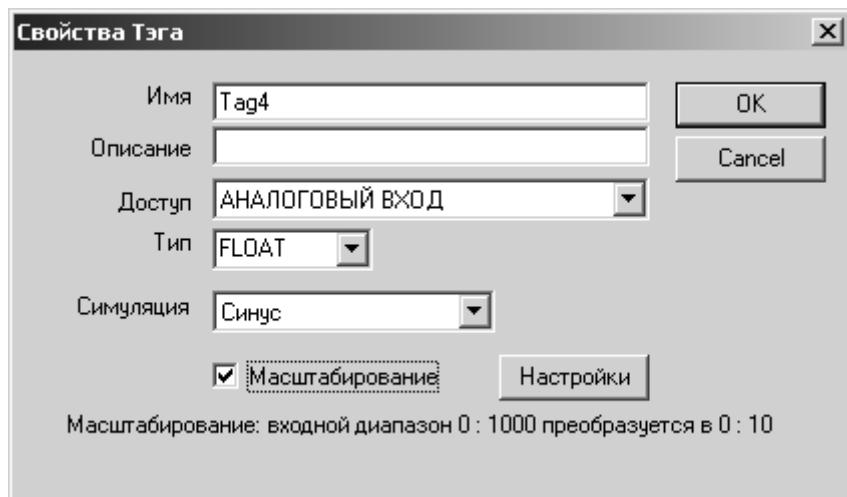

Рисунок 4.50 - Включение масштабирования
- в диалоге изменения свойств нужно включить флагок «Масштабирования» и затем нажать кнопку «Настройки» (Рисунок 4.50);